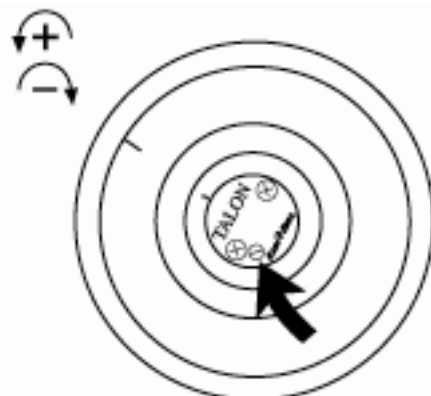

Fig.4
- 4 - Drehen Sie die Sektoreinstellschraube auf dem Düsengehäuse mit einem flachen Schraubendreher gegen die Uhrzeigerrichtung, um den Sektor zu vergrößern und gegen die Uhrzeigerrichtung, um ihn zu verkleinern. Eine komplette Drehung der Sektoreinstellschraube bedeutet ca. 90°. Zur Überprüfung, ob der Sektor richtig eingestellt ist, stellen Sie den Regner an und lassen ihn zu beiden Anschlägen laufen. Wiederholen Sie Punkt 1 bis 4, falls erforderlich. Sie können auch das Regnerinnenteil herausnehmen, den Sektor einstellen und dann wieder einsetzen. Danach überprüfen Sie den Sektor. (Bild 4)